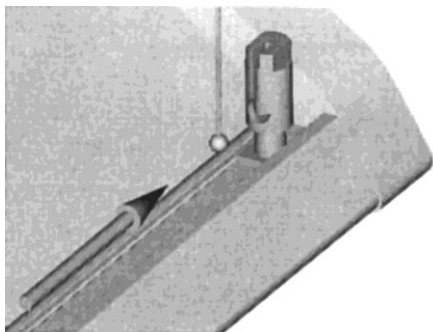

Рис. 7
- Установите потолочный светильник, для чего введите сферические окончания проволоки в соответствующие гнезда как показано на рис. 7 и 8.